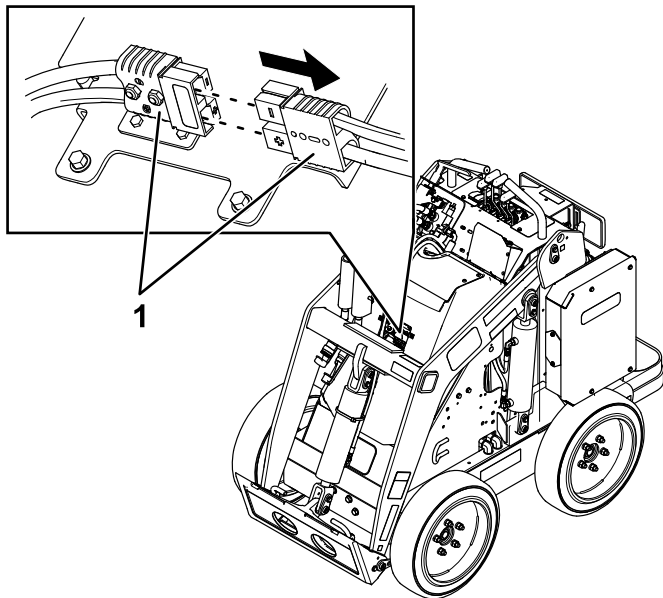

Figura 29
Antes de realizar tareas de mantenimiento en la máquina, desconecte la máquina del suministro eléctrico separando los conectores eléctricos principales (Figura 29).
5. Separe los 2 conectores eléctricos (Figura 29).